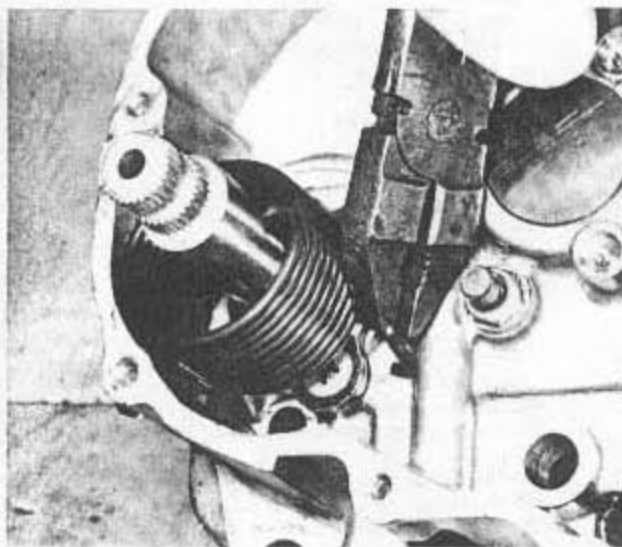

Bild 103
- Die Kickstarterrückholfeder wird auf die Kickstarterwelle geschoben, das nach innen abgedrehte Ende liegt auf der Aussenseite. Die Kickstarterwelle wird soweit wie möglich im Uhrzeigersinn durchgedreht und dann das nach innen abgewinkelte Federende in die zuinnerst liegende Querbohrung der Welle eingeführt. Mit einer kräftigen Zange packe man das nach aussen abgewinkelte Federende und spanne die Feder im Uhrzeigersinn, bis sich das Federende in seine Verankerungsbohrung am Gehäuse einführen lässt (Bild 103).